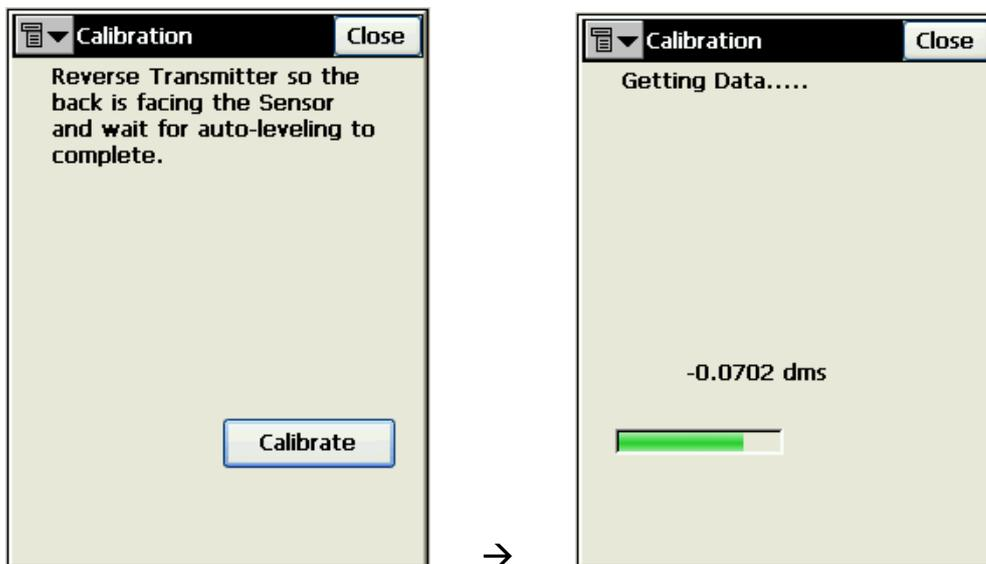

Рис. A-16. Разверните передатчик и соберите данные
8. Разверните передатчик на 180 градусов, так, чтобы он был повернут к сенсору своей задней стороной, после чего нажмите **Calibrate** (Калибровка) (рис. A-16).